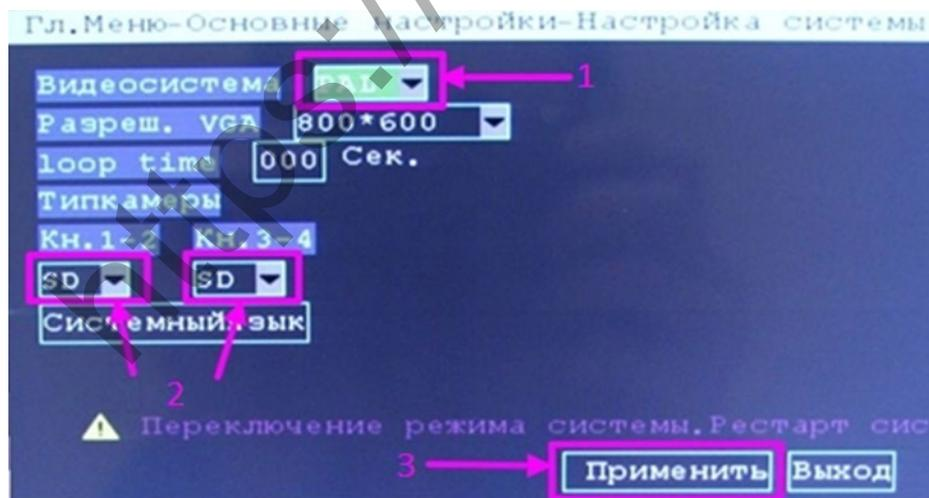

Рисунок 3.5 – Вид окна "Настройка системы", где:
3.3.2.1.2 в открывшемся окне "Настройка системы" ("Система") (см. рис. 3.5) выберите:
- а) тип видеосистемы подключенных к Регистратору камер – PAL для камер телестандарта PAL или NTSC для камер телестандарта NTSC (см. поз. 1 на рис. 3.5);
- б) разрешение подключенных камер*,** ("Тип камеры") (см. поз. 2 на рис. 3.5);
3.3.2.1.3 После изменения любого из параметров необходимо сохранить изменения активировав поле "Сохранить" ("Применить"/"Ок") (см. поз. 3 на рис. 3.5). При изменении хоть одного значения от исходного после активации поля "Сохранить" ("Применить"/"Ок") Видеорегистратор запросит подтверждение на изменение параметра(-ов) и после Вашего подтверждения произведет перезагрузку.